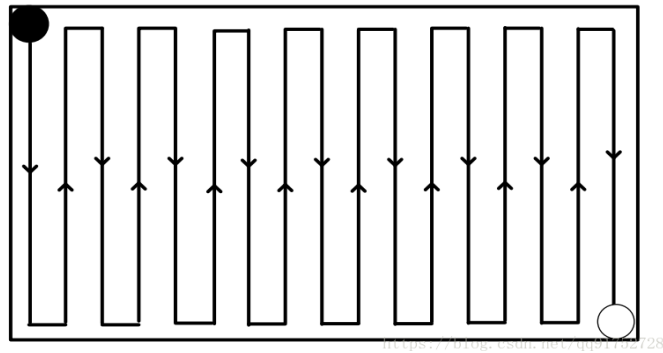

图 5 全覆盖路径规划示意图
1.如果机器人前方已经被覆盖过了或者是障碍,那么左转或者右转旋转 180 度接着走,实现 S 型走,如图 5 所示。